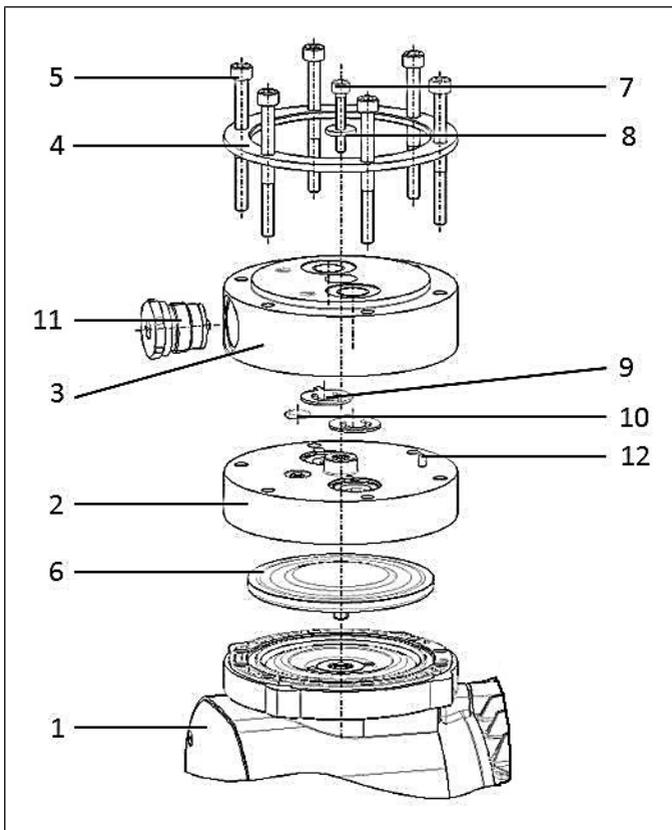

Abb.13: Pumpenteile N922FT.29E EX
\*\*nach Abb. 13
**i** Die Positionsnummern innerhalb der folgenden Arbeitsanweisung beziehen sich auf die Abb. 13.
4. Schrauben Sie das Einstellventil (11) mit Schraubenschlssel durch Drehen gegen den Uhrzeigersinn aus dem Kopf heraus.
5. Drehen Sie das neue Einstellventil (11) in den Kopf ein und ziehen Sie dieses an (Anzieh-Drehmoment: 450 Ncm).